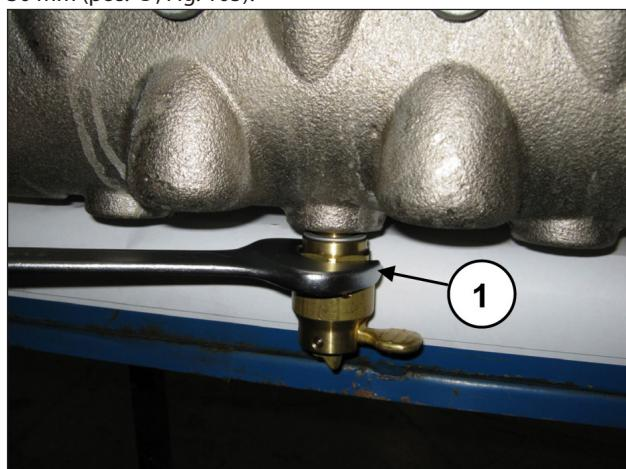

Fig. 105
Svitare il dispositivo apertura valvole mediante chiave da 30 mm (pos. ①, Fig. 105).